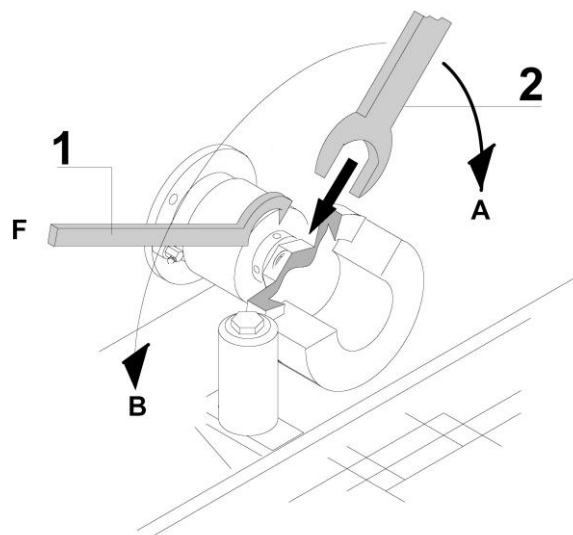

Fig. 38
3. Introduire la clef à crochet dans le logement spécial sur le gobelet (Fig. 38/1).
5. Par la clef ouverte, débloquent le porte-meule (Fig. 38/2).